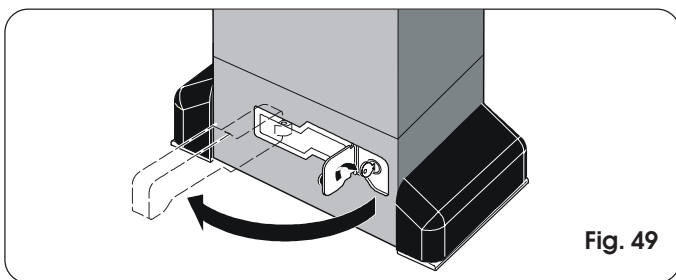

Fig. 49
2) Draai de sleutel met de klok mee en trek aan de ontgrendelhendel zoals aangegeven op fig. 49.